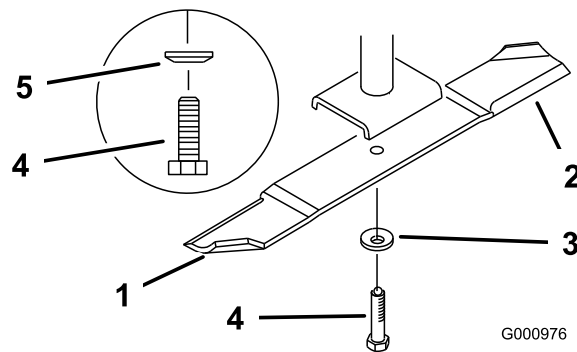

Figure 89
- Enlevez de l'axe, le boulon, la rondelle bombée et la lame (Figure 89).